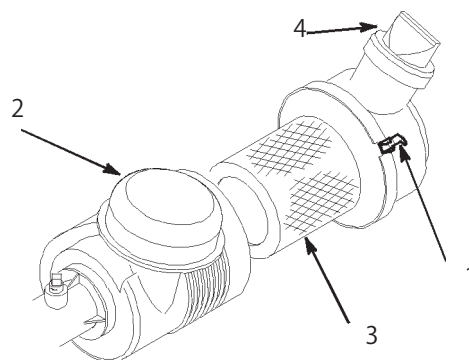

図31
エアクリーナ本体にリーク原因となる傷がないか点検してください。本体とカバーがしっかり密着しているのを確認してください。破損したボディーは交換してください。また、使用ごとにバルブ (図31) をひねって、ゴミを落としてください。フィルタの定期整備間隔は100運転時間です。
3. ストラップをゆるめてカバーとボディーを分離 (図 31) する。
3. カバーを取り付け、バルブを下にしてストラップで固定する (図31)。